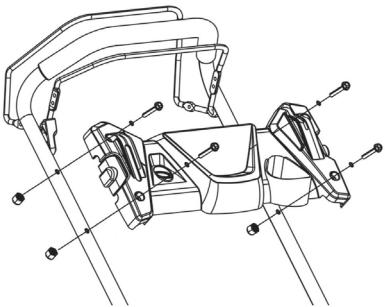

Рис. 5 Установка декоративной панели
- Установите на рабочую рукоятку декоративную панель и закрепите её болтами и гайками, как показано на Рис. 5.